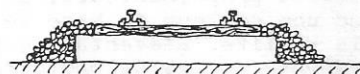

figure 2.
N.B. Pour ceux qui n'ont pas peur d'utiliser du ballast, il n'est pas nécessaire de biseauter la semelle. (Voir fig.2)